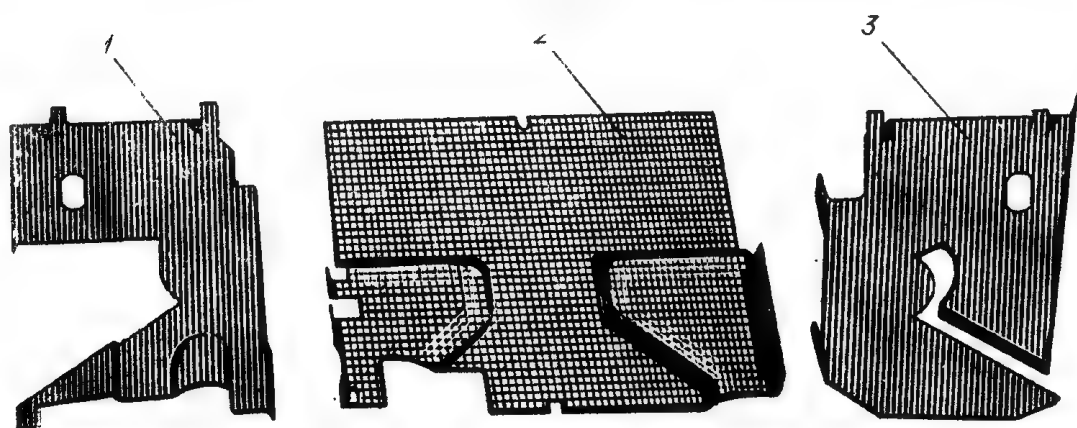

Рис. 2. Щитки:
6.13.1. Дно 2 (рис. 2) установить в корпус затвора через отверстие под объектив так, чтобы фиксирующий упор вошел в паз дна, и закрепить дно на стойке 3 (рис. 10) винтом 8.902.010.
6.13.2. Установить правую стенку 3 (рис. 2) в корпус затвора, при установке коромысло завести в разрезы правой стенки; усики правой стенки должны войти в пазы дна и зафиксироваться. Аналогично правой стенке установить левую стенку 1 и зафиксировать усики левой стенки в пазах дна 2. После установки стенок работа затвора при взводе и спуске не должна нарушаться.